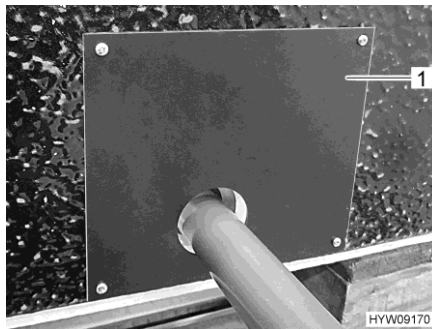

Bild 105 Lock (avloppstankens behållare)
- Ta bort skyddet (Bild 105,1) på avloppstankens behållare.
- Sätt skyddet (Bild 105,1) på plats.